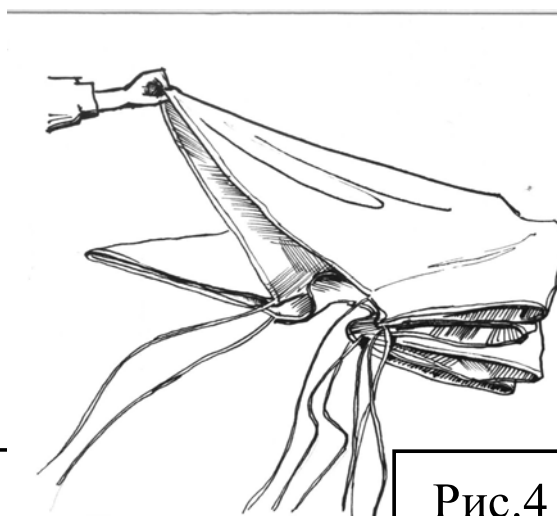
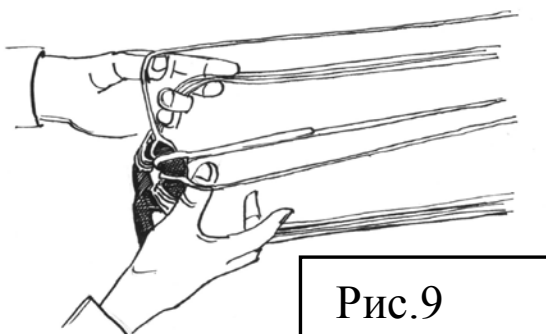

Рис.4
Рис.9
Наберите стропы по порядку (напр. по часовой стрелке) до маркированной стропы №1; при этом аккуратно расправляйте полотнища между стропами (рис. 4,5), перенося секции назад одна за другой, поднимая их одной рукой за нижнюю кромку посередине между двумя стропами при одновременном удержании всех строп вместе на столе другой рукой. Перелистывая секции, натягивайте ткань.
8. Проверьте, не перекручены ли стропы. Для этого разделите стропы согласно рис. 4, выделив центральную (более толстую) стропу и группы строп слева и справа. Проконтролируйте правильность разбивки строп (рис.9).